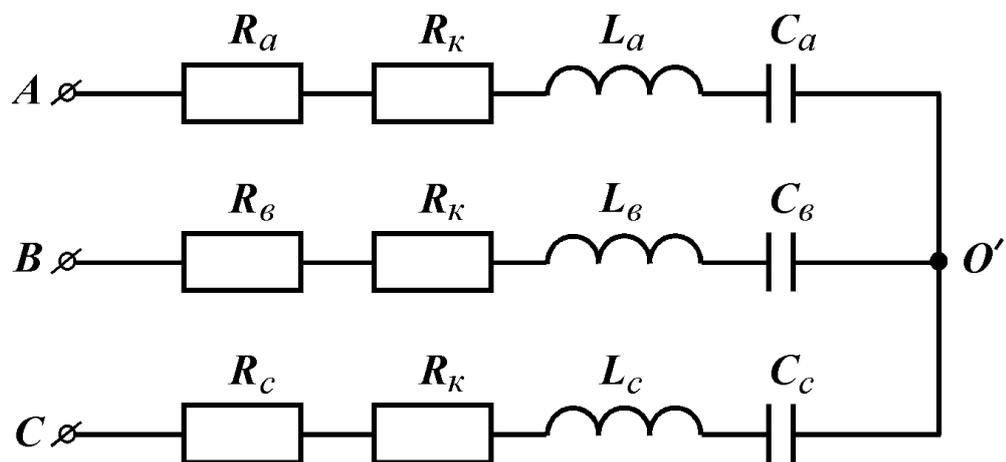

Рис.1 Электрическая схема трехфазной цепи
- Для электрической цепи, представленной на рис. 1, в соответствии с численными данными табл. 1, выполнить следующее: